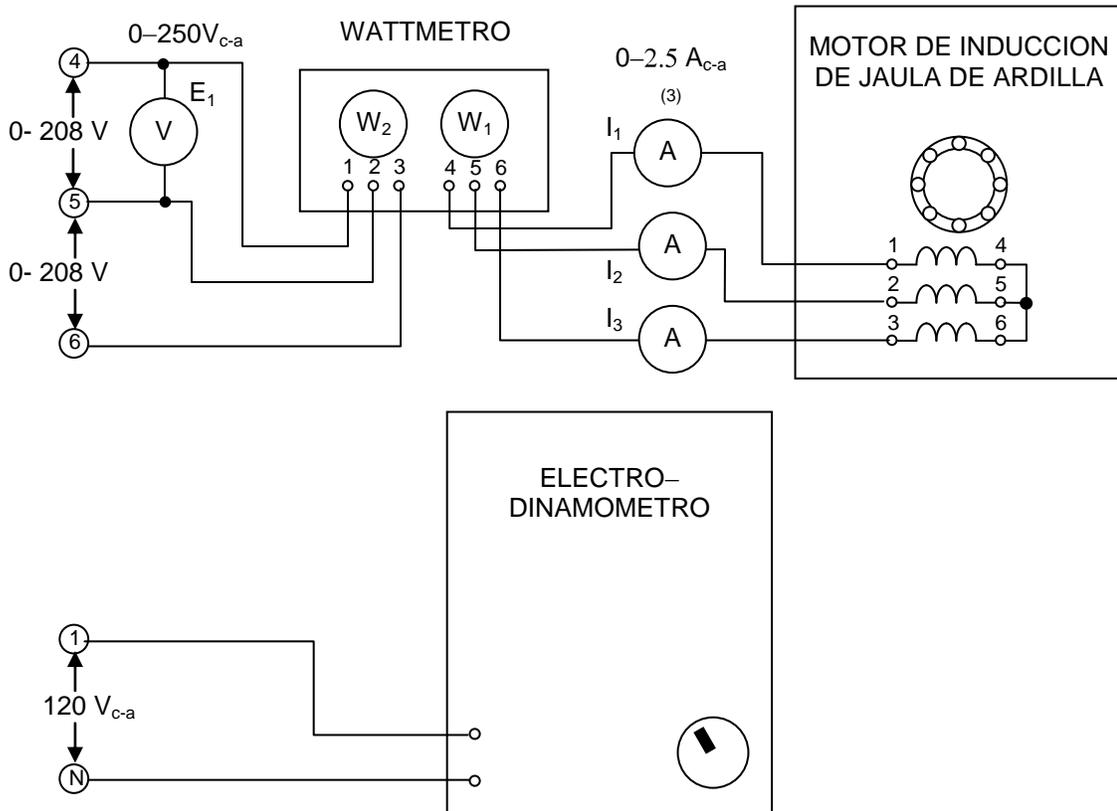

Figura 12.1
4.- Conecte el circuito que se ilustra en la figura 12.1. Asegúrese de conectar las terminales de la fuente como ahí se indica.